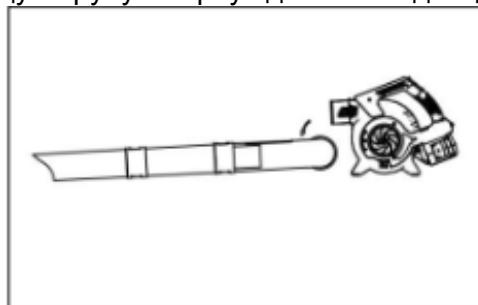

Fig.6
- Поместите всасывающую трубу (12) на всасывающее отверстие, как показано на рис. 6 (ниже). Поверните всасывающую трубу против часовой стрелки до упора. Вставьте всасывающую трубу в корпус двигателя до щелчка.